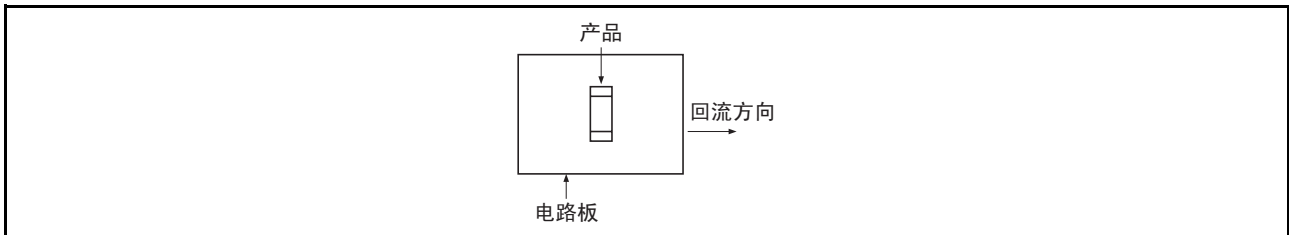

图 4.9
- 需对焊接部同时加热（推荐按照图 4.9 所示方向来操作）。